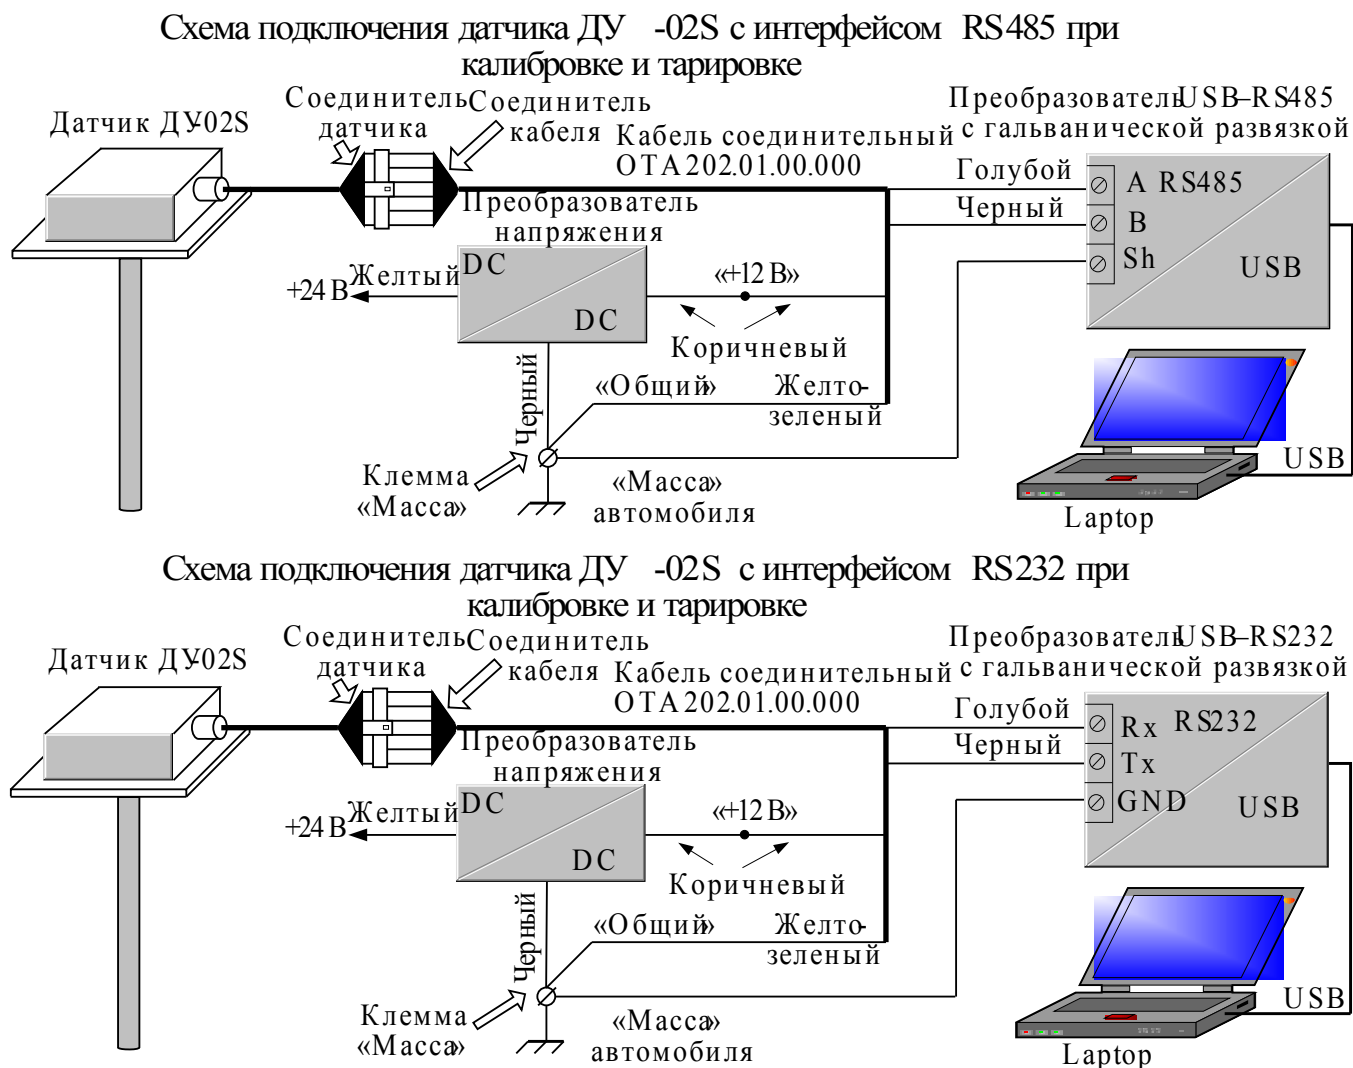

Рис. 1 Схемы подключения датчиков ДУ-02S при калибровке и тарировке
1.2.1 Схемы подключения датчика ДУ-02S при калибровке и тарировке приведены на рис. 1.
При подключении следует помнить, что наружная труба рабочей части, фланец и корпус датчика (см. рис. 1 РЭ) электрически соединены с цепью «Общий минус» питания.
– клемма «минус» аккумуляторной батареи (при отсутствии на автомобиле общего выключателя массы) имеет надежный электрический контакт с клеммой «Масса» (см. рис. 1);
– клемма «Масса» (см. рис. 1), к которой будут подключаться цепи датчика и преобразователя интерфейса USB/RS485 или USB/RS232, гарантированно соединена с минусовой цепью аккумуляторной батареи автомобиля или может быть подключена к ней только через общий выключатель массы, полностью отключающий аккумуляторную батарею от всех электропотребителей.
1.2.2.3 При выполнении требований п. п. 1.2.2.1 и 1.2.2.2 подключить датчик в соответствии со схемой подключения, приведенной на рис. 1, с использованием штатного кабеля из комплекта поставки для ДУ-0S. **Питание +24 В на преобразователь напряжения не подавать!**
Соединение цепей «Общий» датчика, и цепи «Shield» адаптера USB/RS485 или цепи «GND» адаптера USB/RS232 выполнить строго в одной точке к винтовой клемме «Масса» (см. рис. 1).